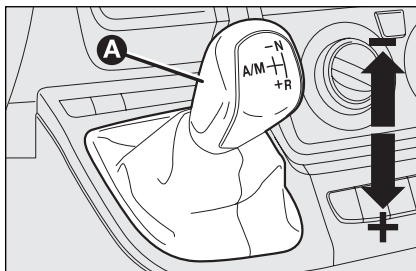
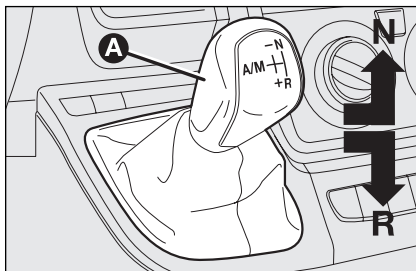
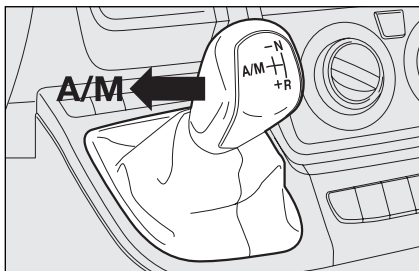
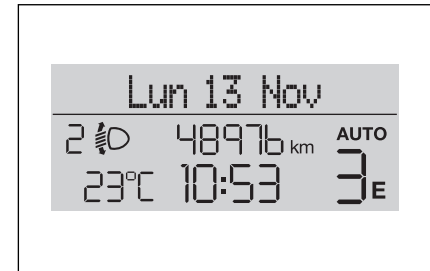

fig. 1
fig. 2
fig. 3
fig. 5
De transmissie bestaat uit een normale mechanische versnellingsbak met versnellingspook **A-fig. 1**, waaraan een elektronisch geregeld elektrohydraulisch systeem is toegevoegd. Dit systeem bedient automatisch de koppeling en regelt het overschakelen.
- Druk de versnellingspook naar **+** (hogere versnelling) **fig. 1** om de eerste versnelling in te schakelen (vanuit stand **N** of **R** kunt u de pook in de middelste stand plaatsen) of in **R fig. 2** om de achteruit in te schakelen.
- Druk tijdens het rijden, de versnellingspook naar **(+)** **fig. 1** om op te schakelen of naar **(-)** **fig. 1** om terug te schakelen.
- Druk de versnellingspook naar **A/M** **fig. 3** voor het inschakelen van de automatische werking; druk de versnellingspook naar **+** (hogere versnelling) **fig. 1** om de eerste versnelling in te schakelen (vanuit stand **N** of **R** kunt u de pook in de middelste stand plaatsen) of in **R** **fig. 2** om de achteruit in te schakelen.
De “multistabiele” versnellingspook **A-fig. 1** op de tunnelconsole heeft drie vergrendelde en drie onvergrendelde standen.
De drie vergrendelde standen zijn de standen die overeenkomen met de vrijstand **N-fig. 2**, de achteruit **R-fig. 2** en de middelste stand tussen de onvergrendelde standen (**-**) en (**+**) **fig. 1**.
Bij de onvergrendelde standen keert de pook direct na het loslaten terug in de middenstand. Dit zijn de standen voor het opschakelen (**+**), het terugschakelen (**-**) en de automatische werking (**A/M**) **fig. 3**.
druk de pook in stand (+) **fig. 1** om op te schakelen;
druk de pook in stand (-) **fig. 1** om terug te schakelen;
Voor het in-/uitschakelen van de automatische werking (**AUTO**) moet de pook in stand **A/M fig. 3** worden gezet; de inschakeling wordt bevestigd door de weergave van het opschrift **AUTO fig. 5** en de ingeschakelde versnelling op het display.
- als de pook al in de middelste stand stond, moet deze naar stand + (hogere versnelling) **fig. 1** worden gedrukt;
- als de pook in stand (**N**) of (**R**) **fig. 2** stond, moet deze in de middelste stand worden gezet en vervolgens naar stand + (hogere versnelling) **fig. 1** worden gedrukt;
- als de pook al in de middelste stand stond, moet deze 2 maal naar stand + (hogere versnelling) **fig. 1** worden gedrukt;
- zet de pook in stand (**R**) **fig. 2**;